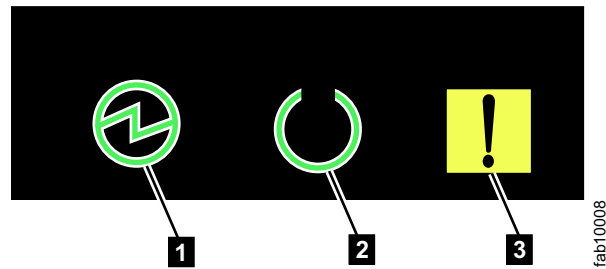

図 135. ノード・キャニスターの LED
5. コントロール・エンクロージャーの背面から各ノード・キャニスター上の LED を確認します (155 ページの図 135 を参照)。